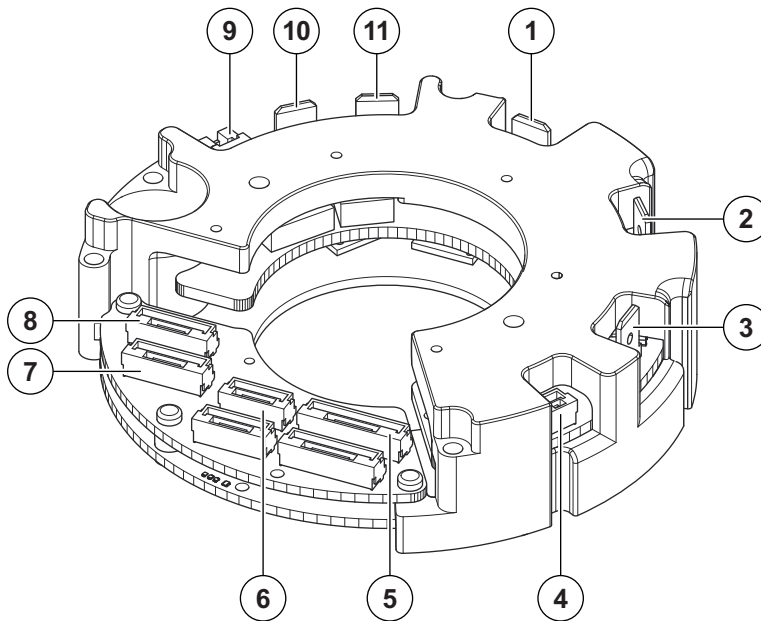

Bild 5.11 Anschlüsse TUAKA DRIVE (Beispielabbildung)
- Anschlussübersicht beachten. → Kap. Bild 5.11 „Anschlüsse TUAKA DRIVE (Beispielabbildung)“ S. 40